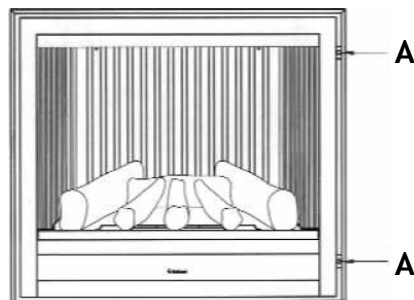

Fig.13
- 1) Verwijder de draaideur door de 2 schroeven A (zie fig. 13) los te draaien en uit zijn scharnier te tillen.